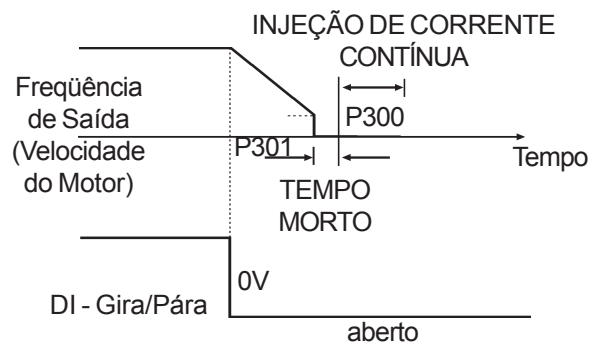

Figura 6.21 - Atuação da frenagem CC no bloqueio por rampa (desabilitação por rampa)
- ☑ A figura 6.21 apresenta uma representação esquemática da função regulador PID.